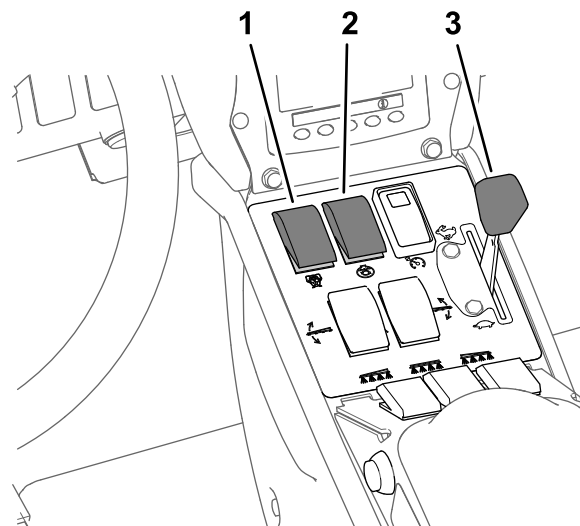

Figura 33
Nota: Este procedimiento supone que la bomba de fumigación está activada; consulte Figura 33, en Fumigación en el Modo de caudal de aplicación \(página 35\).
- Ajuste el acelerador a la velocidad de motor deseada para la fumigación; consulte Figura 33, en Fumigación en el Modo de caudal de aplicación \(página 35\).